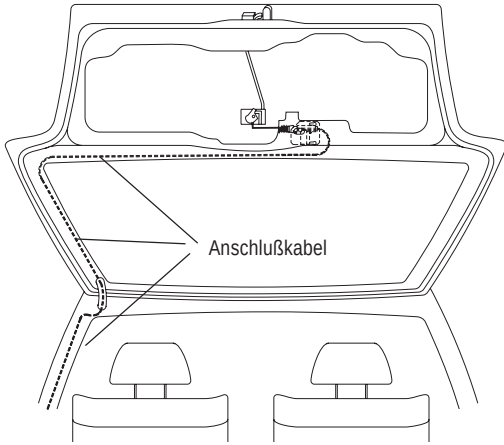

Abb. 5
- ◆ Verlegen Sie das grüne und blaue Anschlußkabel durch die Heckklappe ins Fahrzeuginnere (siehe Abb. 5). Benutzen Sie hierzu das Originaldurchführungsgummi.